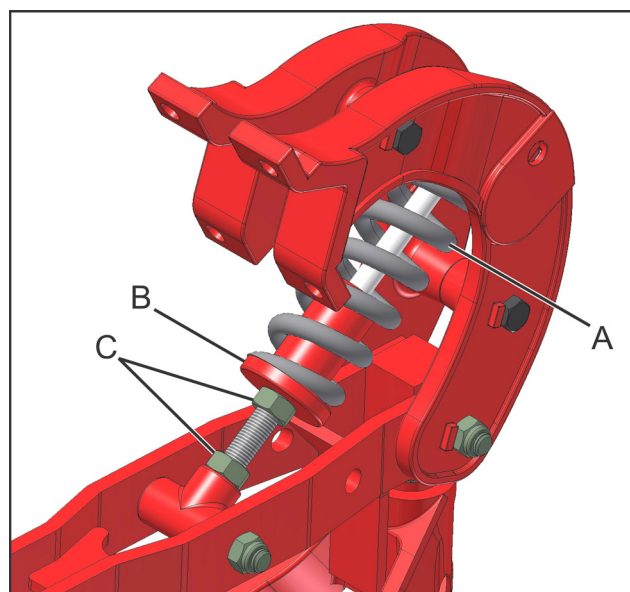

fig. 17
A profundidade do disco de corte é determinada pelo aumento da pressão da mola (A) (fig. 17), que com o uso da chave pode ser regulada fazendo o deslocamento do guia (B), sendo o mesmo travado por meio das porcas (C). Observe que a medida ajustada deverá ser a mesma em todas as molas das linhas.